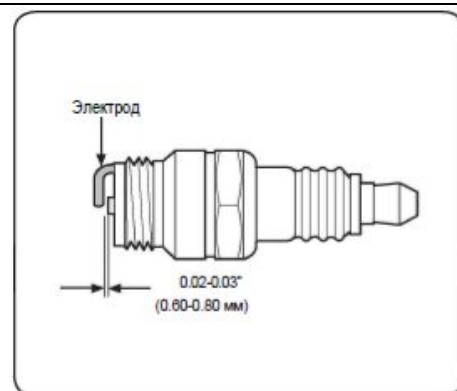

Рис. 16
4. Измерьте искровой зазор с помощью измерительного щупа. При необходимости исправьте зазор, отогнув боковой электрод. См. Рис. 16. Искровой зазор должен составлять 0,02–0,03 дюйма (0,60–0,80 мм).